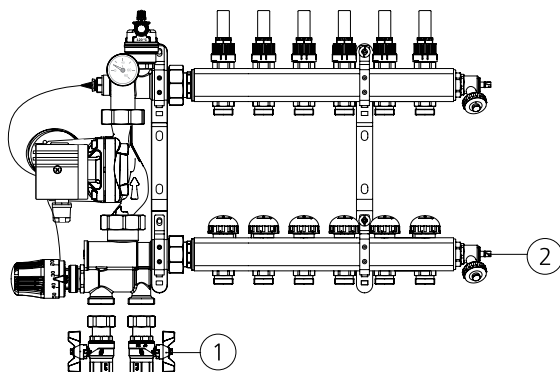

Рис. 5
2. Закрыть шаровые краны (рис. 5 поз. 1) и все запорные клапаны (или расходомеры) коллекторной группы.
3. Слить теплоноситель через нижний коллектор с помощью сливного клапана (рис. 5 поз. 2).